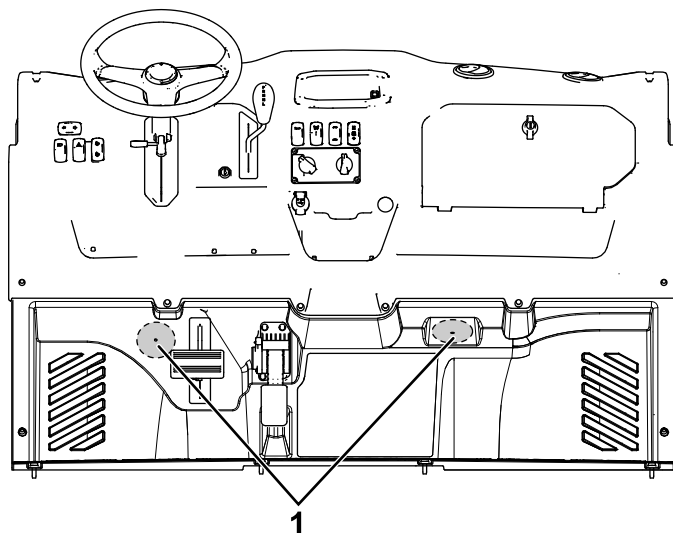

Figura 15
2. Individuate le 2 cavità pilota per la foratura nella pedana (Figura 15) e praticate 2 fori (76 mm o 3") direttamente sulle cavità pilota.